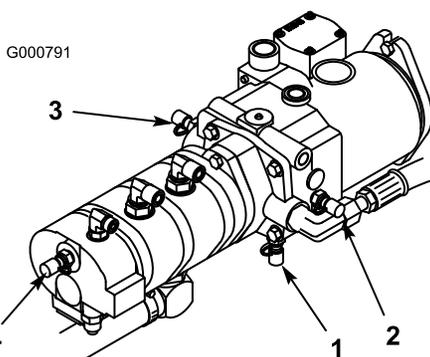

Figura 77
4. El punto de prueba D, ubicado en la parte inferior de la transmisión hidrostática (Figura 77), se utiliza para medir la presión de carga de la transmisión.
5. El punto de prueba E se utiliza para medir la presión de la tracción hacia adelante (Figura 77).
6. El punto de prueba F se utiliza para medir la presión de la tracción hacia atrás (Figura 77).
7. El punto de prueba G se utiliza para medir la presión del circuito de dirección (Figura 77).